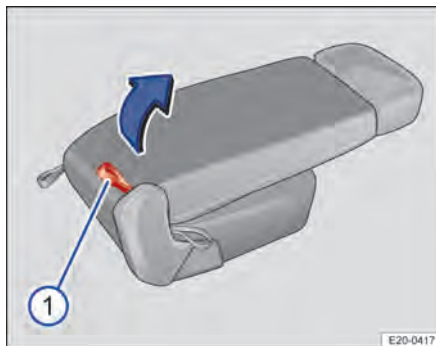

Abb. 67 Zweite Sitzreihe: Sitz vorklappen.
2. Zum Sitz gehörende rote Zugschlaufe → Abb. 67 ① auf der Rückseite des Sitzes ziehen und den Sitz nach vorn klappen.